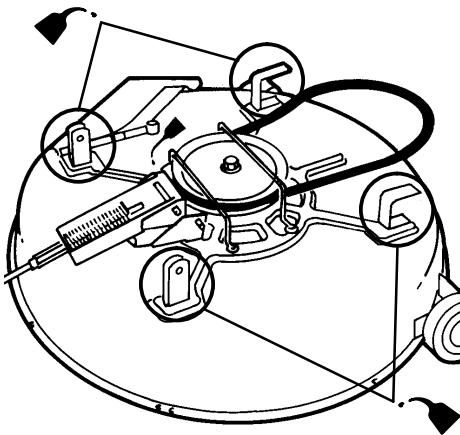

Figure 22
5. Lubrifier les supports du plateau de coupe (Fig. 22). Essuyer tout excès d'huile.